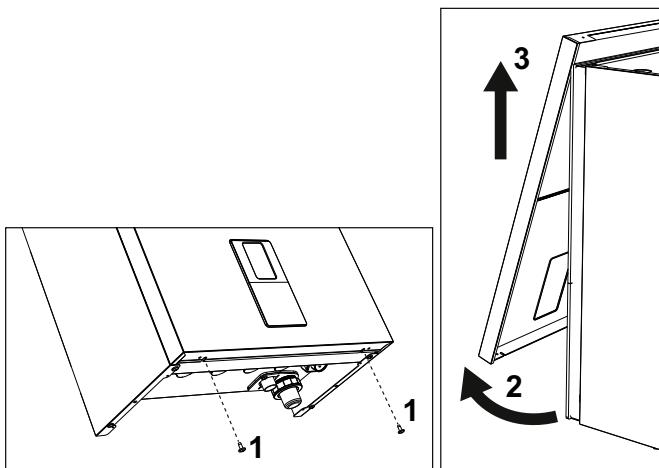

fig. 40- Apertura del panel frontal
1. Desenrosque los tornillos “1” (véase fig. 40).